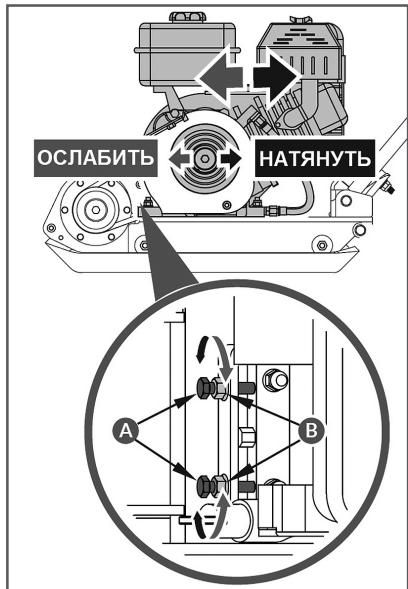

Рис. 26 Регулировка натяжения ремней
- для натяжения ремней ослабьте затяжку контргаек В, после чего закрутите болты А натяжного устройства (Рис. 26).
- для ослабления ремней ослабьте затяжку контргаек В, открутите болты А натяжного устройства (Рис. 26) и сдвиньте двигатель к вибратору.